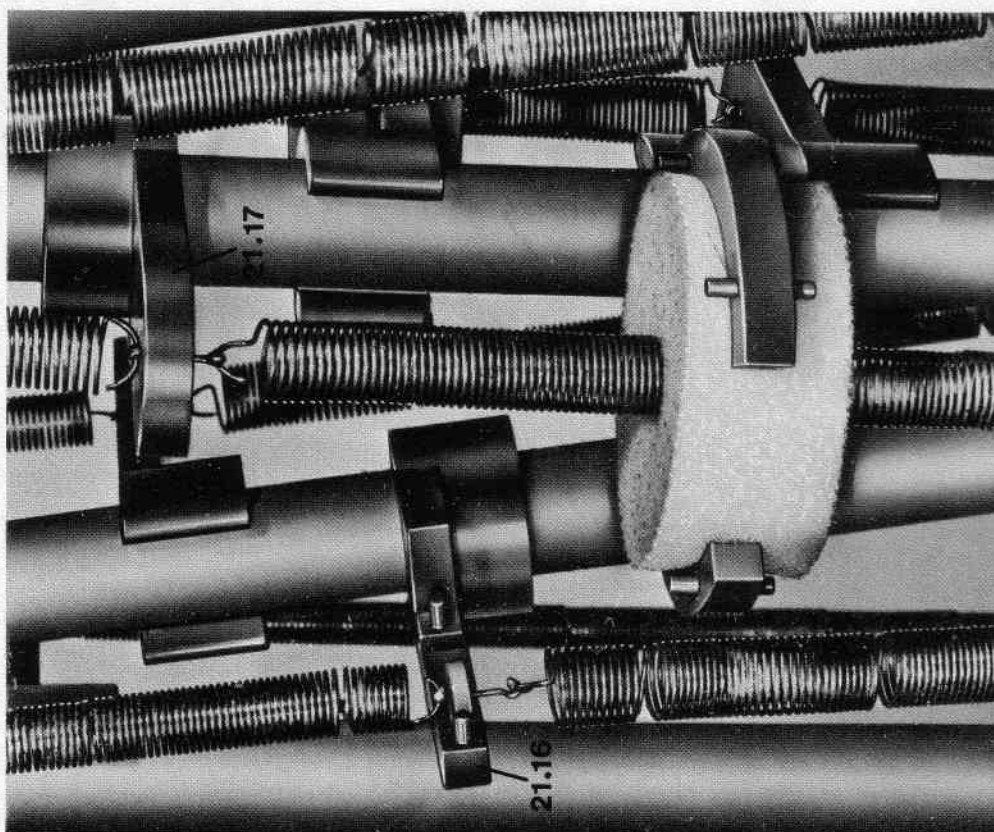

Abb. 8
- 8.1.3 daß die Federn nicht an den Halterungen anliegen (siehe Abb. 8)
- 8.1.3 the springs should not touch the supports (see fig. 8).